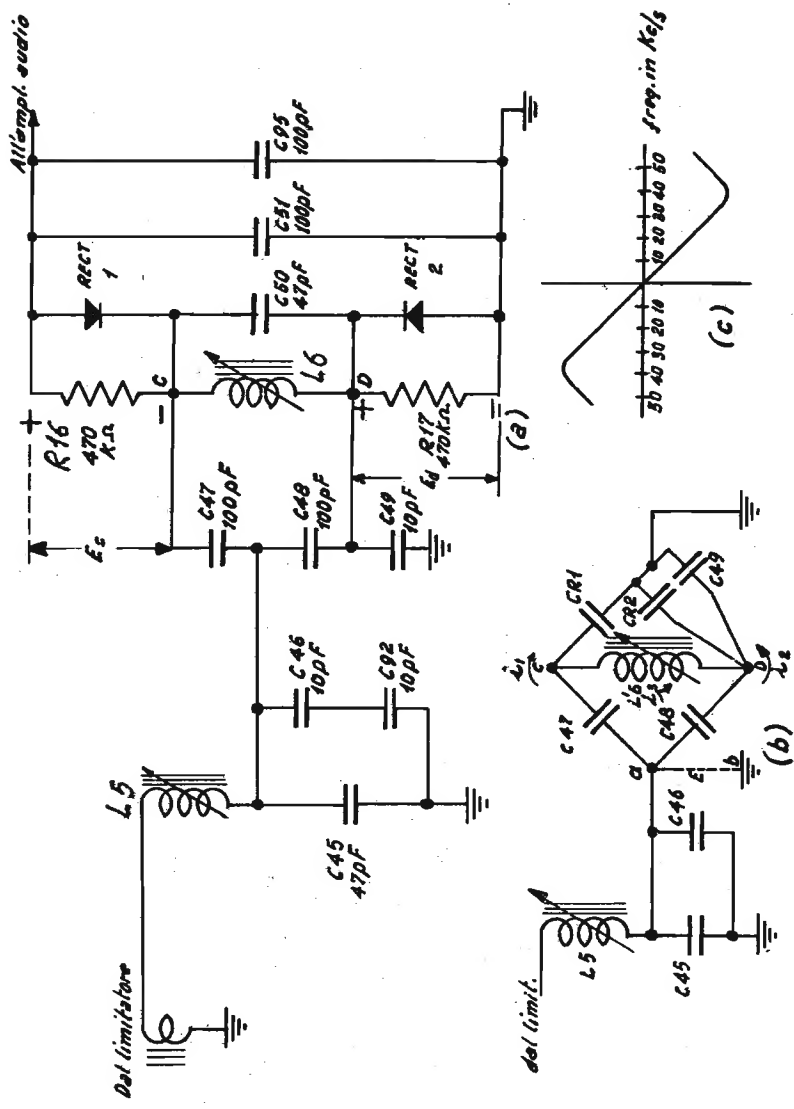

Fig. 4 - Discriminatore
f) Discriminatore (fig.4)
Dato che la combinazione della L6 e del C50 (fig.4(a) risuona al disopra di 4,3 MHz, viene rappresentata nella fig. 4 (b) da un'induttanza di valore equivalente ed indicata come L6. I C51 e C55 sono stati omessi nella fig.4(b) in quanto sono state considerate solo le correnti a RF e la reattanza di tali condensatori in parallelo è trascurabile alla frequenza di 4,3MHz. Dato che il C47 è uguale al C48 e CR1 è uguale a CR2, è facile capire che se non fosse esistito il C49, il ponte sarebbe stato bilanciato. In condizioni di bilanciamento, le correnti i_1 e i_2 sarebbero state uguali e uguali sarebbero state le tensioni ai capi del C47 e del C48; perciò i punti C e D avrebbero avuto il medesimo potenziale per qualsiasi frequenza del segnale di eccitazione; in altre parole: $E_C = E_D$. Tuttavia, dato che la combinazione CR2 e C49 ha una reattanza inferiore a CR1, nel circuito a ponte si ha uno sbilanciamento con conseguente aumento della i_2 rispetto alla i_1 . La i_2 causerà una caduta di tensione ai capi del C48, più alta di quella prodotta da C47 ed al punto c si avrà un potenziale maggiore di quello del punto d.